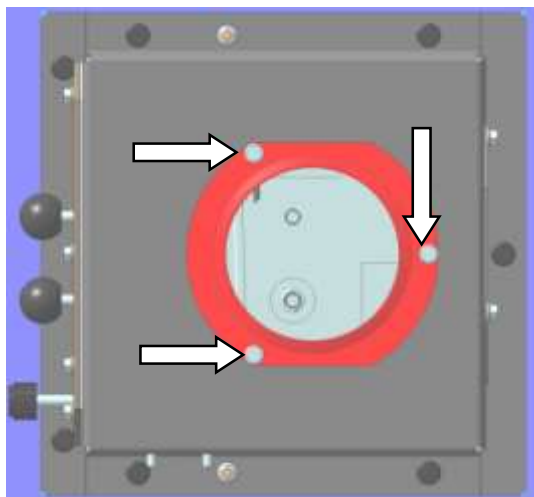

Fig. 9 : raccords du manchon d'air de combustion
1. Dévisser les trois vis du manchon d'air de combustion (Fig. 9) et retirer le manchon.